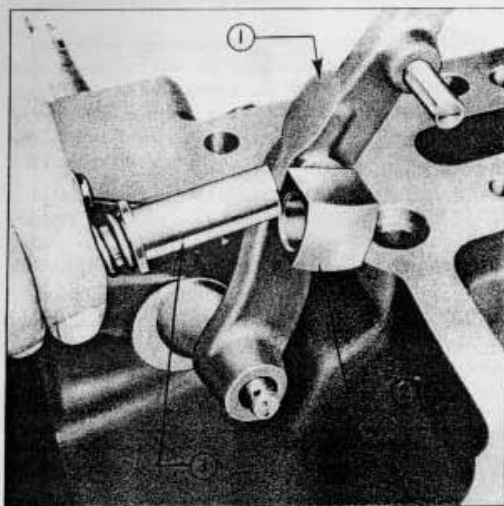

Fig. 30
11. Extraire la goupille fendue, l'écrou et la rondelle plate fixant le levier d'attaque du clapet de commande sur l'arbre du levier de commande de relevage, puis faire glisser vers l'avant le levier d'attaque avec son articulation pour les séparer du coussinet de Qualitrol (fig. 30). Séparer le levier d'attaque de l'arbre du levier de commande de relevage et l'extraire du couvercle de relevage. S'il y a lieu, extraire l'articulation du levier d'attaque après avoir déposé la bague élastique spéciale.